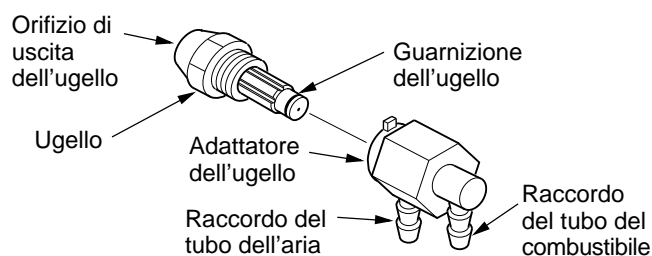

Figura 20. Ugello e relativo adattatore
6. Scollegare con cautela l'ugello dal raccordo usando una chiave a tubo da 5/8 di pollice (vedere la Figura 20).
9. Riposizionare fino in fondo l'ugello nell'adattatore. Serrarlo di un altro terzo di giro con la chiave a tubo da 5/8 di pollice, a una coppia compresa tra 4,5 e 5,1 nm (tra 40 e 45 pollici-libbre). Vedere la Figura 20.